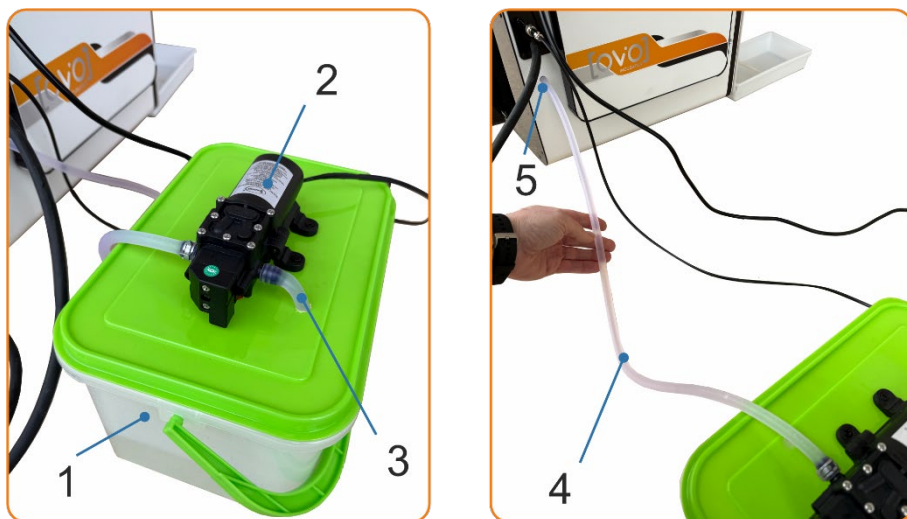

Рисунок 6.3 – Ёмкость для запаса воды, насос и шланг для подачи воды.
- ✓ Емкость для запаса воды установите рядом с инкубатором (Рис.6.3 поз.1).
✓ На съёмной крышке ёмкости закреплён насос (Рис.6.3 поз.2). К насосу присоединен шланг для подачи воды: короткая часть шланга через крышку опущена в емкость (Рис.6.3 поз.3) и служит для забора воды, длинная часть шланга (Рис.6.3 поз.4)
служит для подачи воды в подготовительную камеру инкубатора. Вставьте ее в специальное отверстие в боковине инкубатора (Рис.6.3 поз.5).